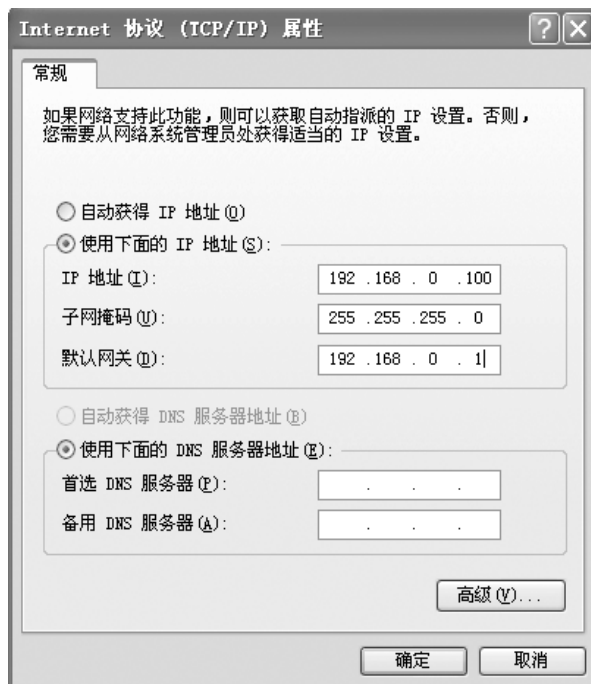

图4-1 本地连接
2. 设置PC本地连接IP地址为192.168.0.X, X为2~254中任意整数, 子网掩码为255.255.255.0, 默认网关为192.168.0.1, 如图4-1所示。